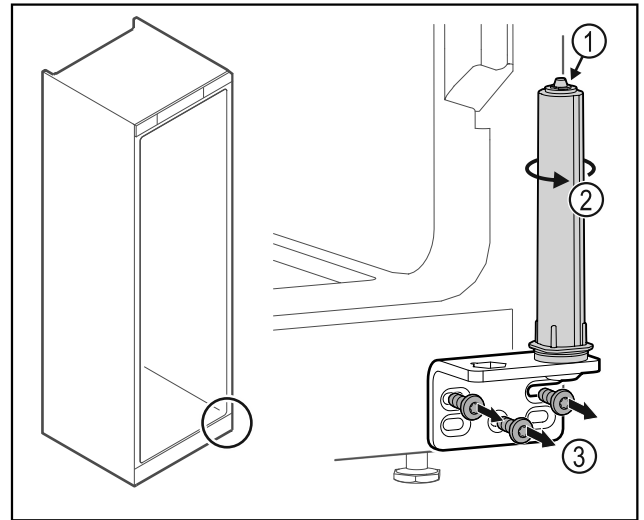

Fig. 18
- ▶ Ne razstavite sistema za zaklepanje vrat Fig. 18 (1).
- ▶ Obrcajte zaporni sistem Fig. 18 (2), dokler ne klikne.
- ▶ Odvijte kotnik tečaja vrat Fig. 18 (3).